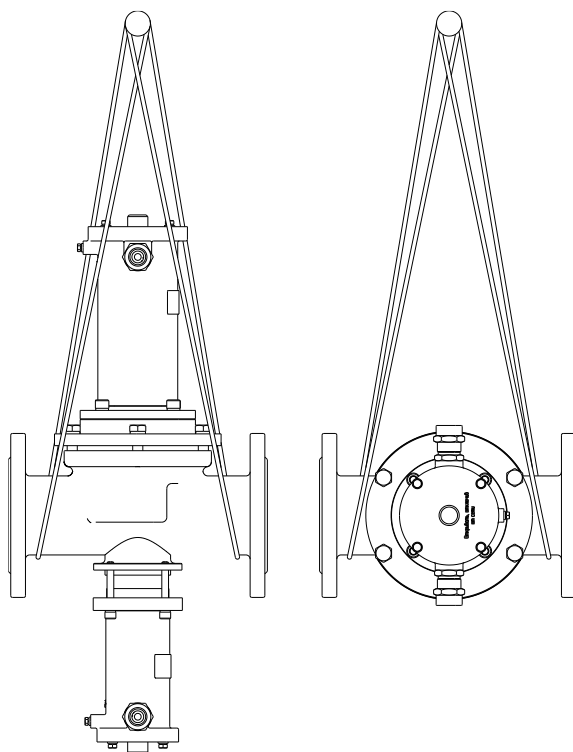

Рисунок 7 – Схема строповки клапана
**7.2.1** Установить клапан через уплотнительные прокладки к ответным фланцам на трубопровод, равномерно затянув болты гайками. При установке руководствоваться схемой сборки (см. рис.7). Не допускается установка клапана на трубопровод с перекосами и несоосностью ответных фланцев. Не допускается устранять перекосы и несоосность с помощью механического воздействия на корпус клапана.